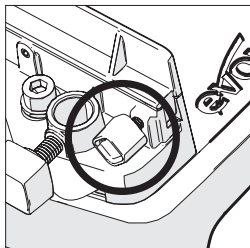

Fig. 5
- Allentare la vite ad alette (**Fig. 5**).